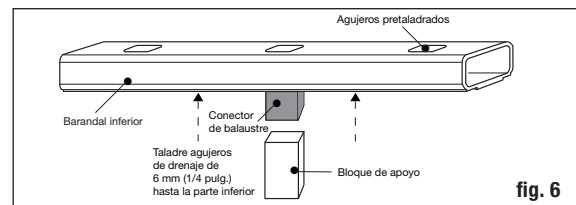

fig. 6
Paso 7 Encuentre el centro de la cara inferior del barandal inferior y sujete el conector de balaustre incluido al bloque de apoyo usando el tornillo incluido. Consulte los requisitos del código de construcción para ver el espacio máximo entre la superficie de la terraza y la parte inferior del barandal; recomendamos 7.6 (3 pulg.) pero puede ser menos si lo desea. Si es necesario, recorte el bloque de apoyo a la altura determinada (fig. 6) Para que no abarque más del máximo permisible, el barandal inferior debe tener apoyo cada 91 cm (3 pies) como máximo. **Taladre dos agujeros de drenaje de 6.4 mm (¼ pulg.) que atraviesen la parte inferior del larguero, para evitar la acumulación de agua. Centre los agujeros de drenaje entre las posiciones de dos balaustres, ya que el balaustre puede bloquear el canal y evitar que el agua se drene correctamente.**